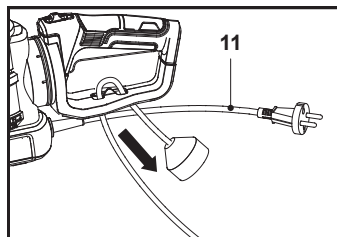

Fig. 3
2. Passe o prolongador sobre o retentor de cabo (12) e puxe com cuidado o cabo de alimentação (11) para garantir que está bem seguro (Fig. 3).